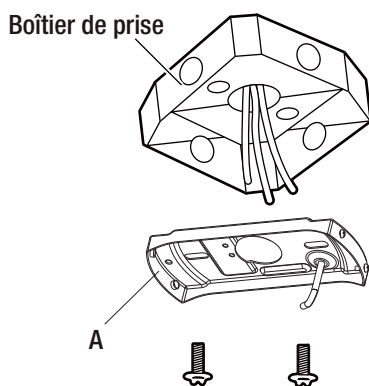

Figure 6
- Fixer la plaque de montage (A) à la boîte de sortie au plafond, comme l'illustre la figure 6, à l'aide de deux vis et de rondelles (non fournies). Vérifier si la plaque de montage est de niveau. Il pourrait être nécessaire d'insérer d'autres rondelles (non fournies) entre la boîte de sortie et la plaque de montage pour la mettre de niveau.
- Effectuer la connexion du fil (noir) d'alimentation du ventilateur et du fil (bleu) d'alimentation d'éclairage au fil noir de la maison tel que montré à la Figure 6. Ne pas effectuer la connexion du fil bleu si l'ensemble d'éclairage n'est pas utilisé.
- Un fois la connexion des fils effectuée, fixer les connecteurs (BB) avec du ruban isolant et les séparer de façon à ce que les fils vert et blanc soient d'un côté du boîtier de la prise de courant et les fils noirs et bleu soient de l'autre côté. (ex. le conducteur mis à la terre d'un côté et les fils chargés de l'autre côté).
- Tourner les connecteurs (BB) de raccord vers le haut et pousser le câblage dans la boîte de prise de courant.